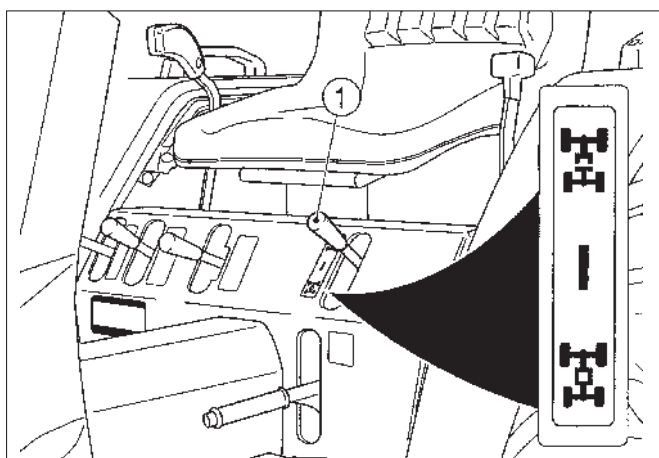

Fig. 42
FIG. 42: Les modèles à traction intégrale ont un essieu avant moteur. Le levier de sélection (1) embraye et débraye l'entraînement de l'essieu avant. Avec le levier vers le haut, l'essieu avant (4-WD) n'est pas entraîné. Avec le levier vers le bas, l'essieu avant est entraîné et les quatre roues sont motrices.